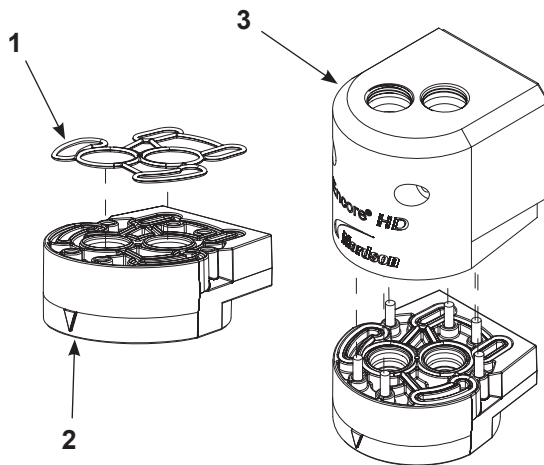

Figura 21 Montare il blocco a Y inferiore sul collettore di spurgo
1. Vedi Figura 21. Mettere l'o-ring (1) personalizzato nel blocco a Y superiore (2) come illustrato, poi fissare il blocco a Y superiore all'alloggiamento del collettore di spurgo (3) con l'elemento di fissaggio in dotazione (4).